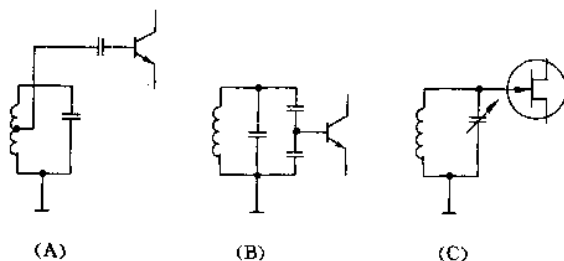

图 2-46
(1) 无绳电话机中输入电路的接入方式是由高放管决定的。用晶体管作为高放管时,由于晶体管的输入阻抗很小,一般在 $1k\Omega$ 以下,为减小管子对输入回路的旁路的选择性产生严重影响,必须经电感抽头或电容分压的方式接入电路,如图 2-46(A)和(B)所示。
在场效应管作为高放管时由于场效应管的输入阻抗很高,一般为 $10^6 \sim 10^8 \Omega$,可直接与输入回路相连接,如图 2-46(C)所示。